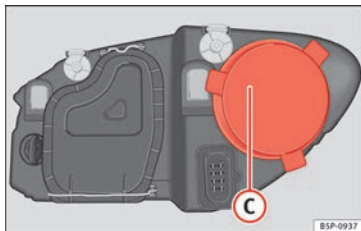

Fig. 180 Abbagliante.
- Rimuovere la copertura » **fig. 180** C tirandola dalla stessa.